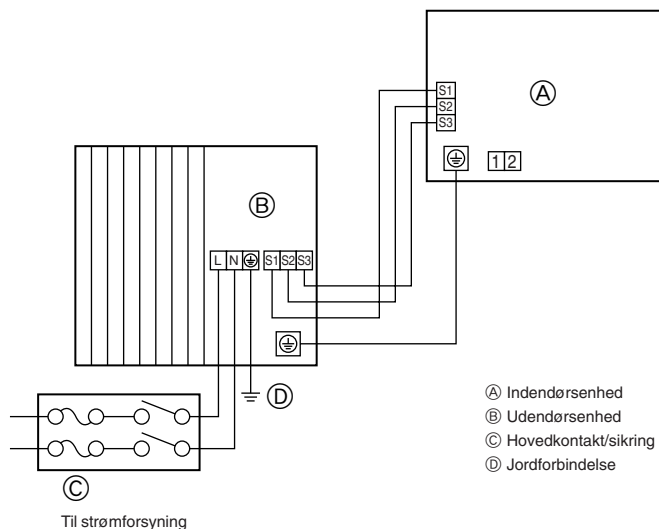
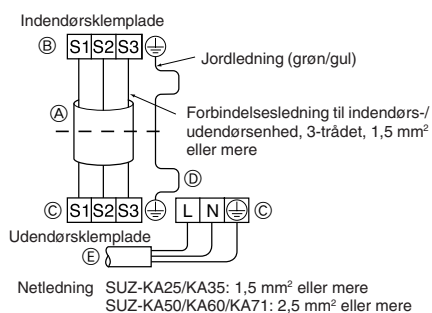
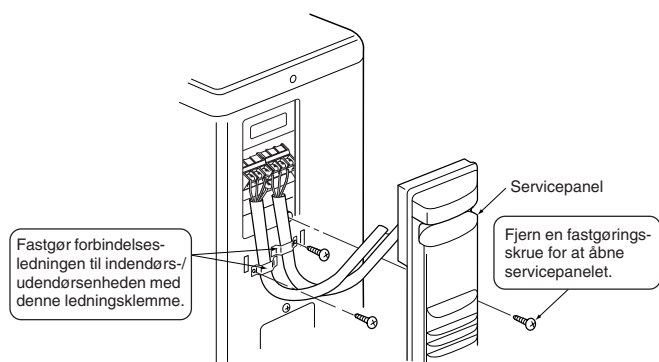
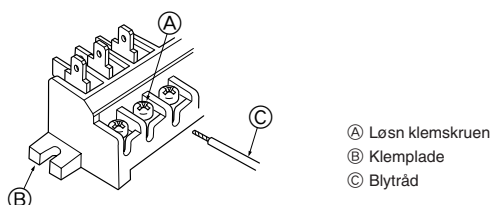

Fig. 6-1
Fig. 6-2
Fig. 6-3
Fig. 6-4
6.1. Udendørsenhed (Fig. 6-1, Fig. 6-2, Fig. 6-3, Fig. 6-4)
- ① Fjern servicepanelet.
- ② Træk kablerne som vist i Fig. 6-1, Fig. 6-2, Fig. 6-3 og Fig. 6-4.
- Ledningerne trækkes som vist nederst til venstre i diagrammet. (Kabel fremskaffes lokalt) (Fig. 6-2)
- Pas på ikke at udføre forkerte tilslutninger. (Fig. 6-4)